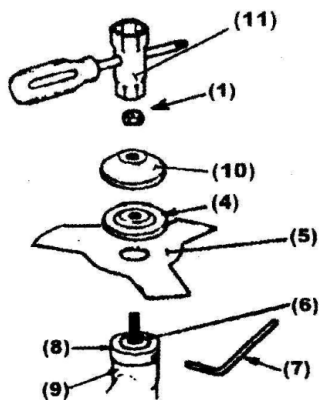

Рис. 4
1. Установите на выходной вал редуктора [2] внутренний, а затем прижимной фланец (см.рис.4).
2. Зафиксируйте вал от проворачивания с помощью ключа [11] (см.рис.4), закрутите кассету с леской [3] против часовой стрелки до упора.